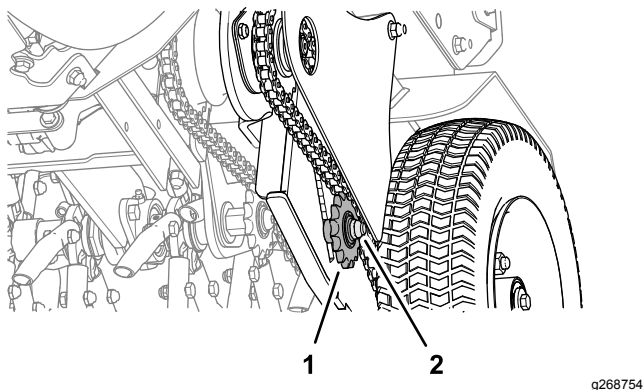

Figure 44
4. Pour régler la tension des chaînes, desserrez le boulon et le contre-écrou du tendeur, et poussez le pignon vers le haut pour tendre la chaîne (Figure 44).